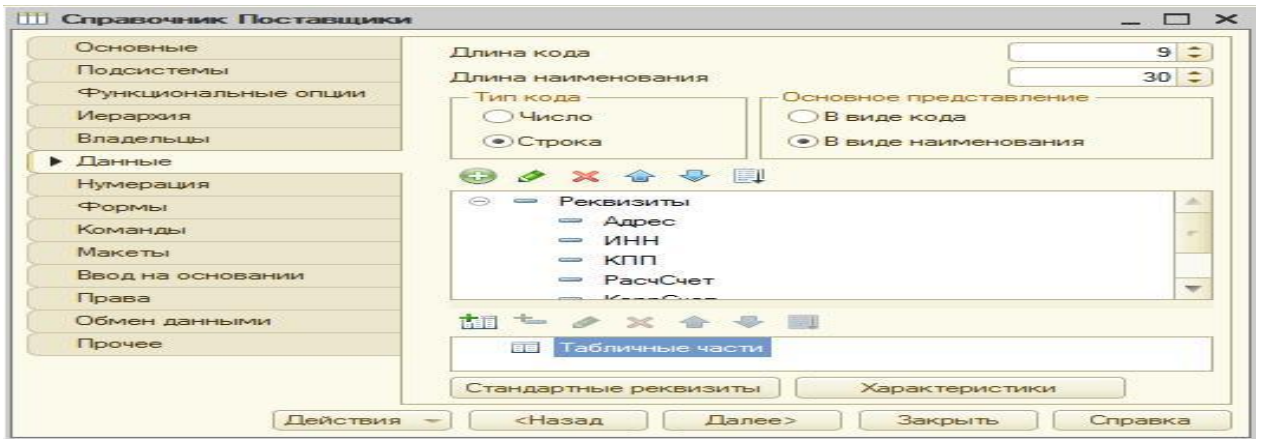

Рис. 17
■ щелкните на закладке Данные окна и определите характеристики кода и наименования. Длину кода оставим без изменения - 9 символов, а длину наименования установим 50 символов (рис. 17);